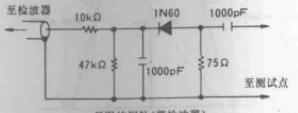

图 2
③ 扫频输出电平: 80 dB;
④ 连接响应引线(示波器的低阻抗探针)于 Q 201 的集电极(IF 装置), 如图 2 所示;